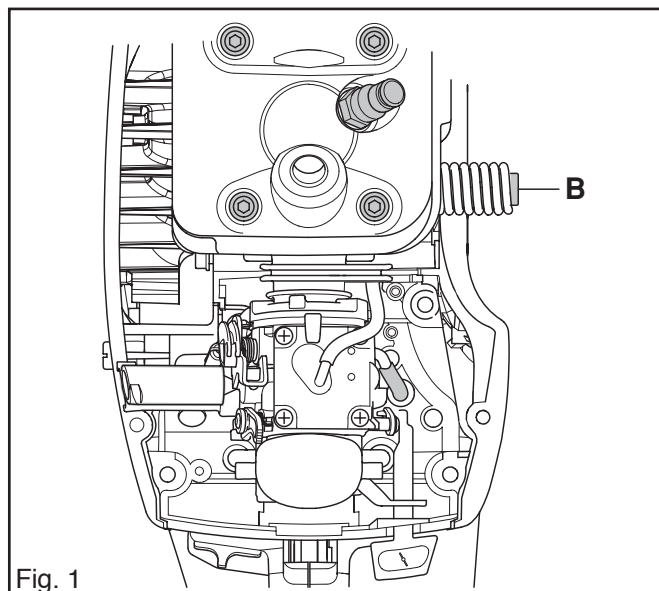

Fig. 1
2. Dévissez le ressort sur le cylindre à l'aide d'une clé hexagonale de 4 mm. Voir fig. 1.
2. Vissez solidement le ressort sur le cylindre à l'aide d'une clé hexagonale de 4 mm. Voir fig. 1. Couple de serrage de la vis 10 Nm.